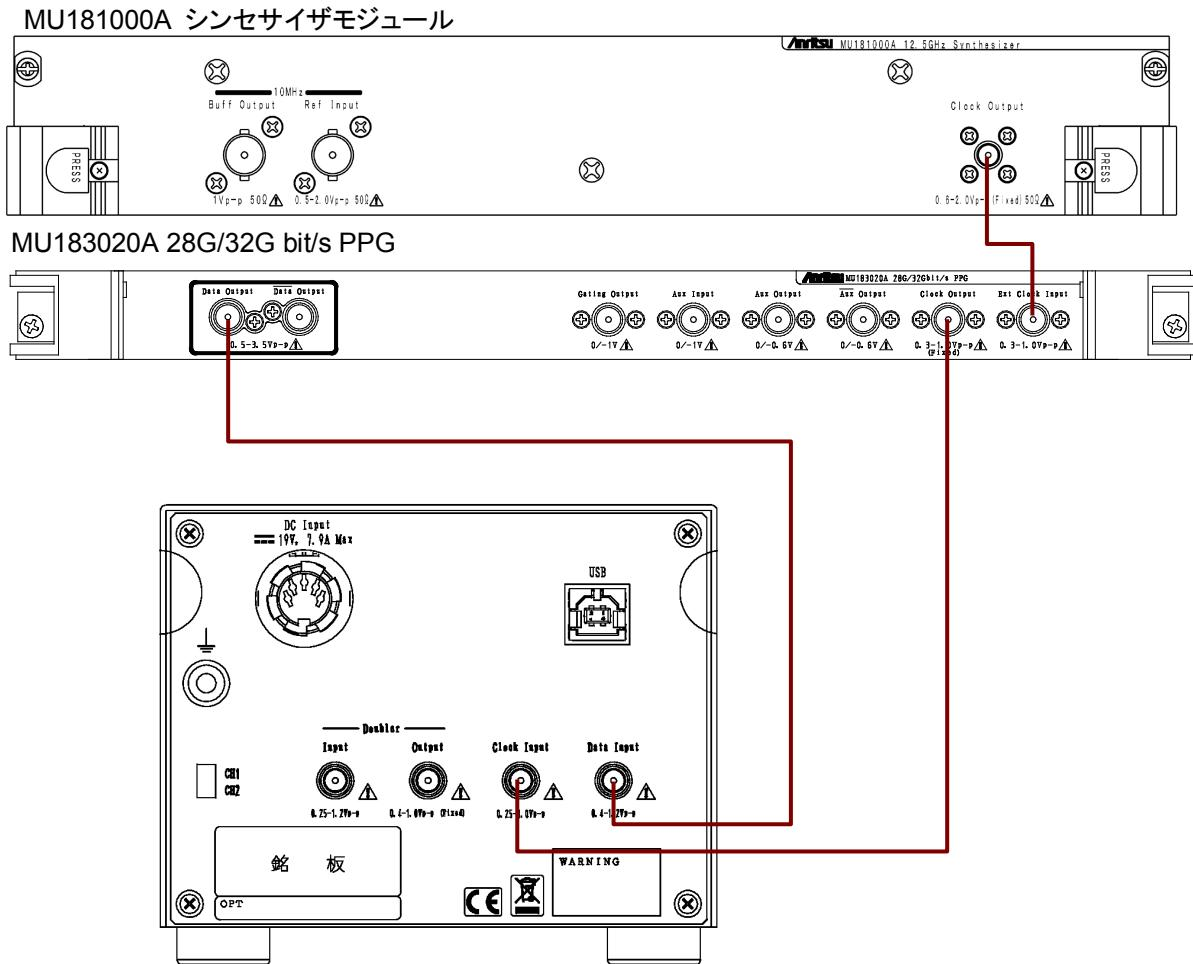

図3.3-8 MU183020A 28G/32G bit/s PPGとの接続 (ビットレート 28.1~32.1 Gbit/s)
| | 2.4~32.1 ^{*2} | | 図 3.3-8 |
- 図3.3-8の接続では、MU183020A の Output Clock Rate を [Full rate] に設定してください。MU183020A の設定方法は『MU183020A 28G/32G bit/s PPG MU183021A 28G/32G bit/s 4ch PPG 取扱説明書』の「第5章 操作方法」を参照してください。